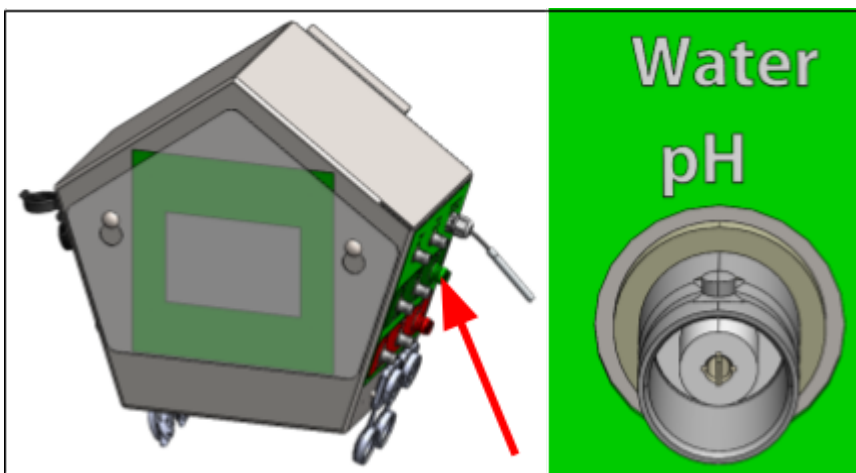

Abbildung 58.
9. Schließen Sie das Kabel der pH-Sonde auf der rechten Seite des Steuerkastens an „Water pH“ an (siehe Abbildung 58).